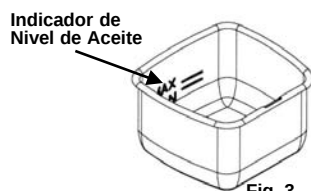

Fig. 3
- **Siempre** debe mantener el nivel de aceite entre las marcas de nivel mínimo y máximo dentro del recipiente del aceite. Verifique el nivel de aceite antes de cada uso. Para obtener mejores resultados, mantenga el nivel de aceite cerca del máximo (16 tazas / 4 litros). (Fig. 3)